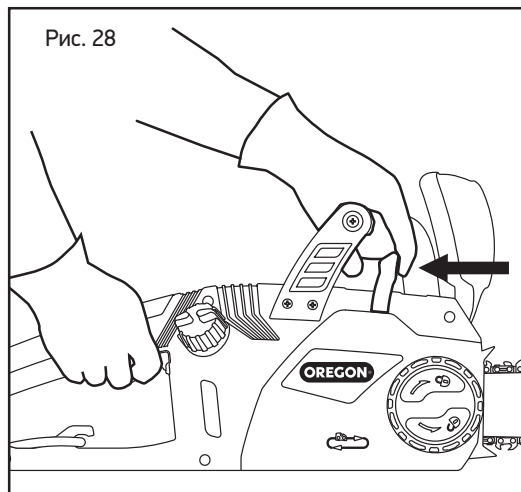

Рис. 28
- Во время движения пилы на полной скорости, легко приподнимите рычаг PowerSharp® на 3-5 секунд (Рис. 28). Во время контакта резцов с точильным камнем будут видны искры.